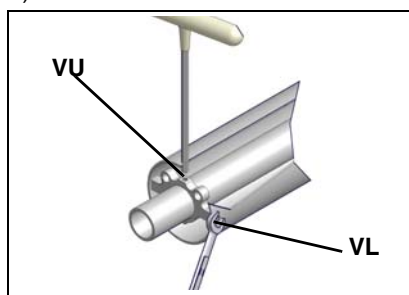

Рис. 29
**ВНИМАНИЕ:** для того, чтобы отрегулировать положение форсунки относительно воздушной трубки (Рис. 29), воздействовать на винт VU, после закрепления винта VL (Рис.)